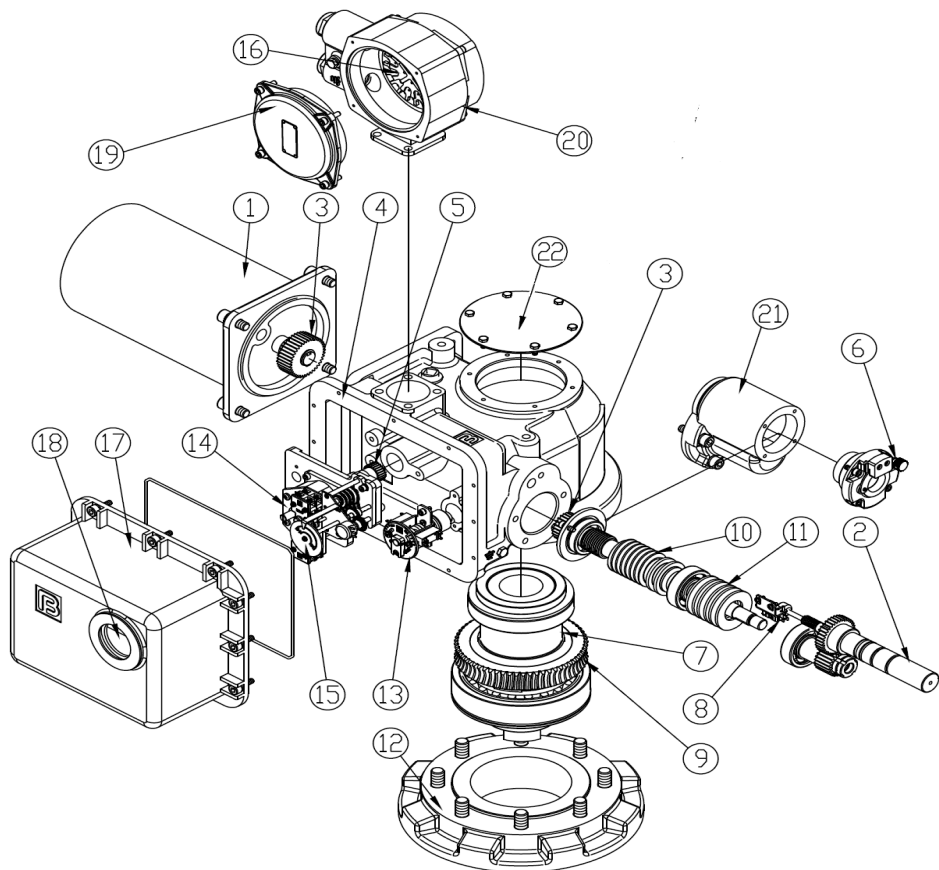

Рис. 5 Электроприводы типа ГЗ-ВВ, ГЗ-ВГ, ГЗ-ВД
## **2.2. Электроприводы типа ГЗ-ВВ, ГЗ-ВГ, ГЗ-ВД (рис. 5)**
Электроприводы типа ГЗ-ВВ, ВГ, ВД имеют идентичную конструкцию. Корпус (4) (рис. 5) – литой, к корпусу крепятся редуктор маховика ручного дублёра (21), электродвигатель (1), взрывозащищенная клеммная коробка (19, 20), монтажный фланец (12). В корпусе установлены червячный редуктор (9, 10) с тарельчатыми пружинами (11), выходной вал (7), двухсторонняя муфта ограничения крутящего момента (13), ограничитель хода выходного вала (14) и индикатор положения затвора арматуры (15).
- Если электропривод устанавливается на арматуру с выдвижным штоком, необходимо удалить заглушку (рис.1 поз.20; рис.5 поз.22). При необходимости установить защитный кожух (не входит в комплектацию электропривода) для выходного вала арматуры, чтобы защитить его от внешнего воздействия окружающей среды.